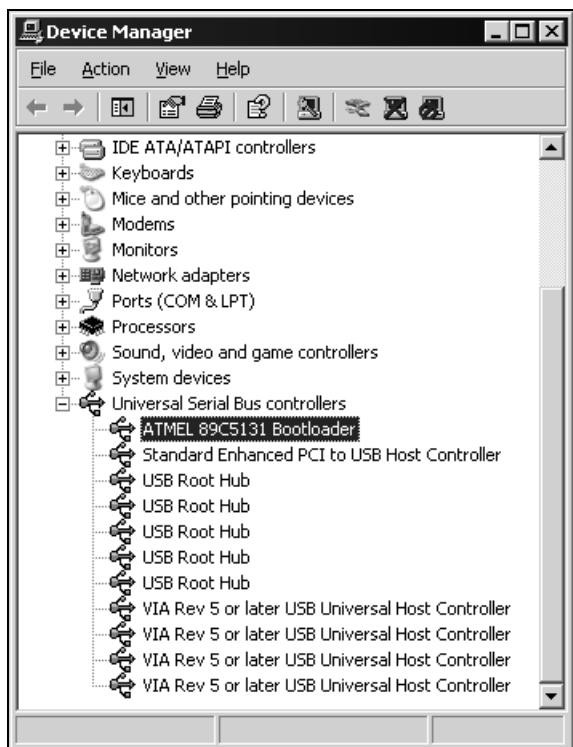

Рис. 13.12. Драйвер USB программатора ER-Tronik
К минусам можно отнести, пожалуй, только отсутствие документации и USB-драйвер, при установке которого выдается сообщение о возможной несовместимости с Windows XP. Впрочем, никаких проблем при работе в Windows XP обнаружено не было (рис. 13.12).
- ☐ при установке драйверов FLIP новое устройство будет иметь имя "Jungo AT89C5131" (см. рис. 13.8), а при установке драйверов ER-Tronik — имя "ATMEL 89C5131 Bootloader" (см. рис. 13.12).